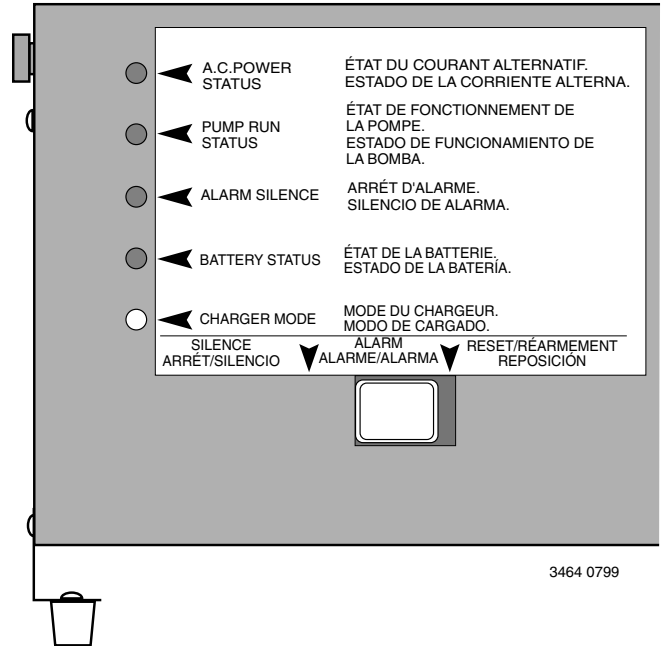

Figure 12 – Panneau à DEL du FG200-A1
3. Le chargeur étant correctement branché sur la batterie et dans une prise de courant, le panneau à l'avant du chargeur indiquera une ou plusieurs des conditions suivantes. (Se reporter à la Figure 12.)